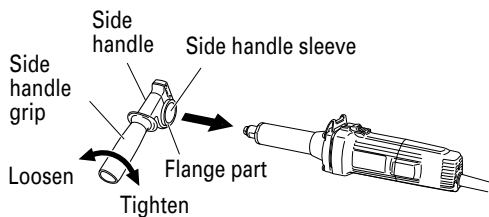

Fig. 4
7. Using the side handle (Fig. 4)